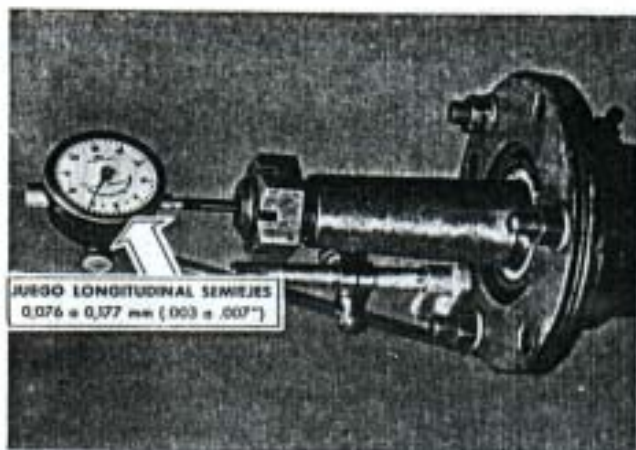

Fig. 253. — Verificando el juego longitudinal de los semiejes traseros.
- 6) **Juego Longitudinal de los Semiejes.** Será necesario verificarlo cuando se rearma el puente trasero, al reemplazar un semieje o también, si se cambia el puente (cañoneras y cubierta del diferencial). El juego longitudinal especificado es de 0,076 a 0,178 mm (.003" a .007") (Fig. 253), y para obtenerlo, proceder como sigue:
- d) Montar el indicador a dial en el plato soporte de frenos **derecho**, con la punta del indicador apoyada en el extremo del semieje. Tirar hacia afuera el semieje derecho todo lo posible y ajustar el instrumento en CERO. Moviendo el semieje lo máximo hacia adentro, la lectura en el indicador señalará la cantidad de juego longitudinal (Fig. 253).